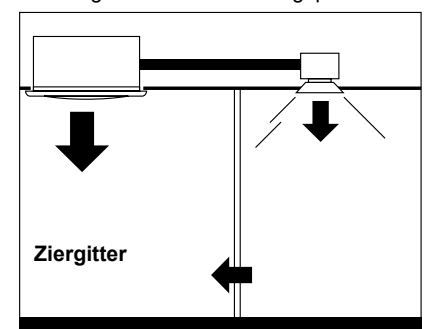

Abb. 13
- Ein Ziergitter muss in die Teilung zwischen der klimatisierten Raum (in dem die Kassette installiert ist) und dem angrenzenden Raum eingepasst werden (Abb. 13)